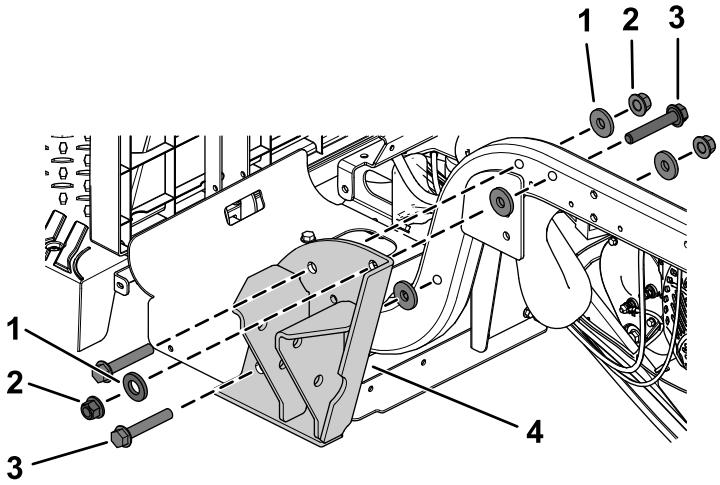

Bild 25
1. Befestigen Sie eine Überrollschutzhalterung mit drei Bundkopfschrauben ($\frac{1}{2}$ " x 3"), fünf Flachscheiben ($\frac{1}{2}$ ") und drei Sicherungsmuttern ($\frac{1}{2}$ "), wie in Bild 25 abgebildet.
Hinweis: Stellen Sie sicher, dass Sie die zwei Flachscheiben ($\frac{1}{2}$ ") an der Außenseite befestigen, wie in Bild 25 abgebildet.